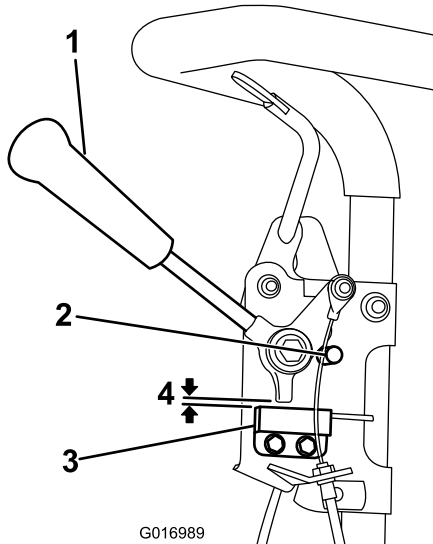

図 30
1. エンジンが停止していること、走行レバーが解除されてニュートラルストップにあることを確認する 図 30。
2. インタロックスイッチを固定しているねじをゆるめる 図 30。
3. 走行レバーとインタロックスイッチとの間に厚さ 0.8mm のすきまゲージをはさむ 図 30。